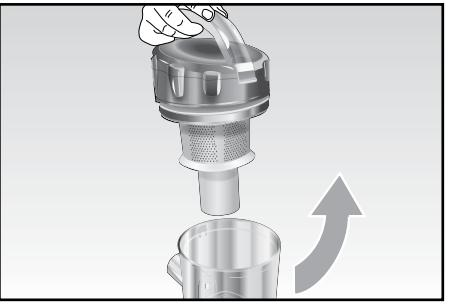

Fig. 6
- Per una pulizia completa del contenitore (E) è necessario smontarlo in ogni suo componente, operando come di seguito descritto:
- rimuovere il filtro completo ruotandolo in senso antiorario (Fig. 6);